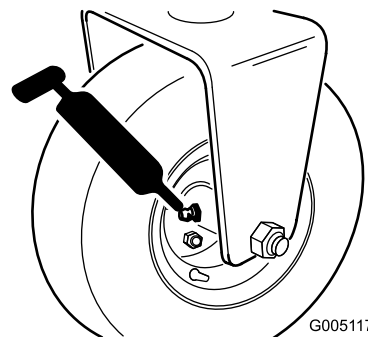

Figure 27
- Moyeu de rouleau arrière ou, si la machine est équipée d'un kit 3 roues motrices, embrayages à rouleau de roues arrière et roulement à billes extérieur (1) (Figure 27)